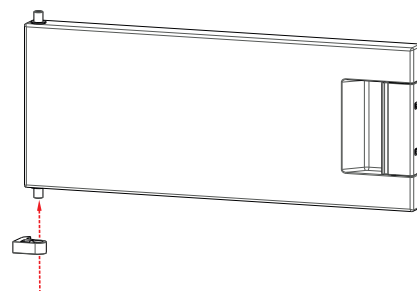

Fig. 7
- ▶ Tournez à présent la porte du compartiment de 180°. Placez la charnière du compartiment sur le tenon gauche (fig. 7).